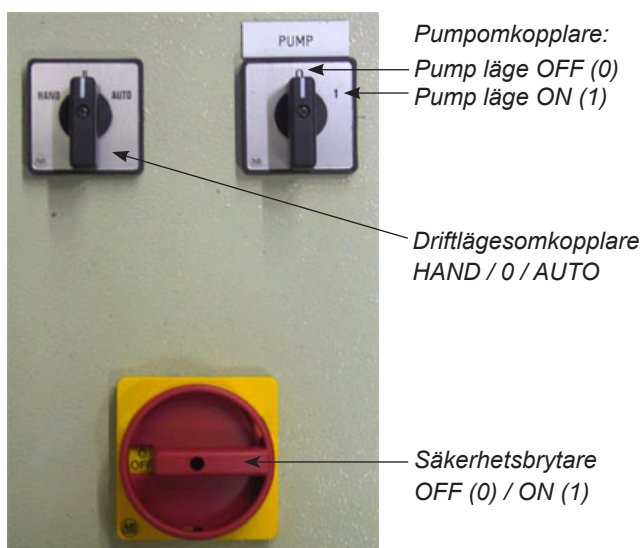

Bild 1.7 Omkopplare i kontrollskåpet (tillval)
- Innan underhållsarbete genomförs ska säkerhetsbrytaren (se Bild 1.7) vridas till OFF (0) och låsas i läge OFF (0) med hjälp av ett hänglås.
Filtret är utrustat med en säkerhetsbrytare (se Bild 1.7). För nödstopp, vrid säkerhetsbrytaren till läge OFF (0).